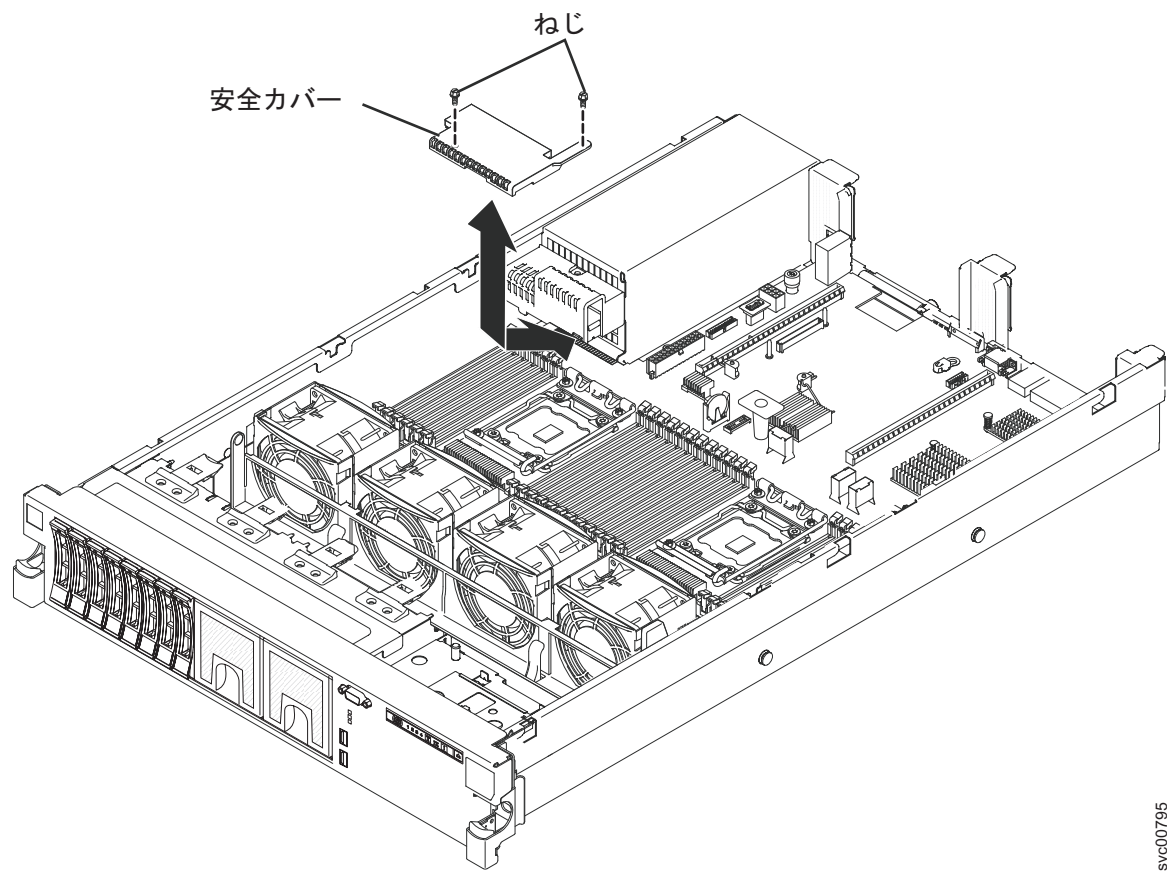

図 70. SAN ボリューム・コントローラー 2145-DH8 240 VA 安全カバーの取り外し
5. 87 ページの図 70 に示すように、カバーを前方にスライドさせてシステム・ボードから外し、持ち上げてサーバーから取り外します。